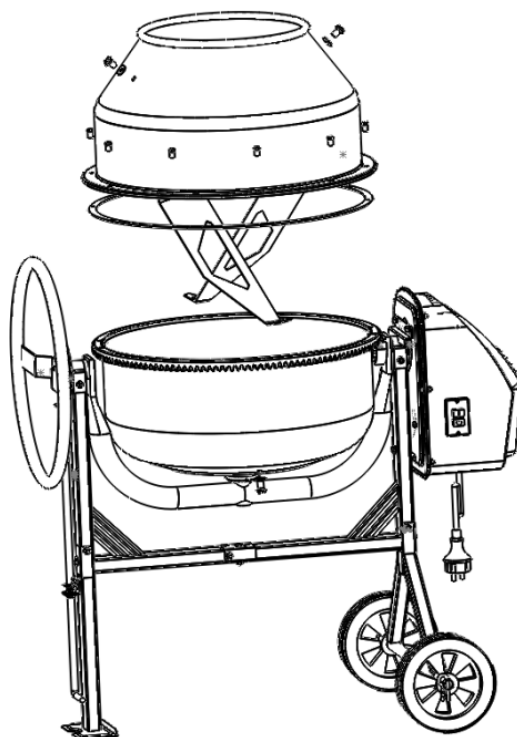

Abb.12
- Legen Sie die Gummidichtung auf die untere Einheit Mischtrommel. (9), S.13, wie in Abb.12 folgende Seite dargestellt.
- Setzen Sie die obere Einheit Mischtrommel (6) auf die untere Einheit Mischtrommel.